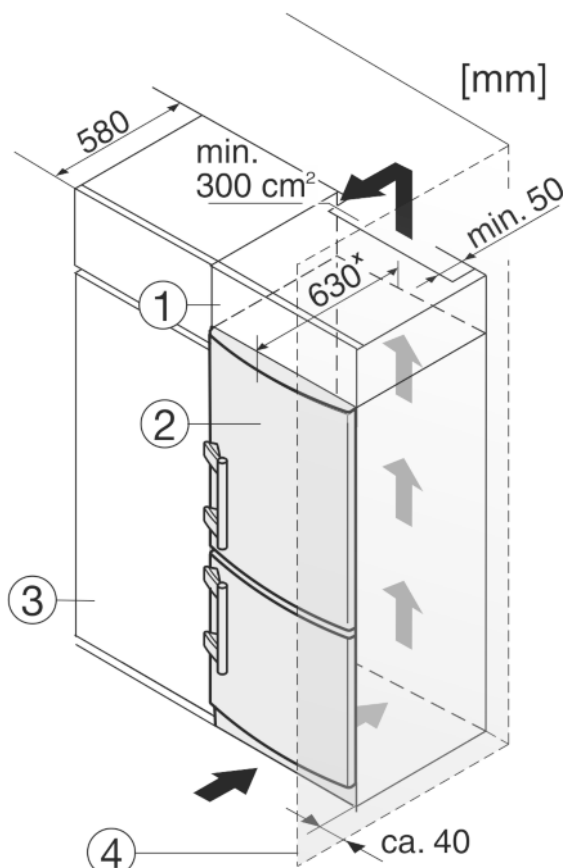

Fig. 8
Устройство может быть окружено кухонными шкафами. Чтобы уравнивать устройство Fig. 8 (2) по высоте с кухонной стенкой, можно установить над устройством дополнительный шкафчик Fig. 8 (1).
При комбинировании с кухонными шкафами (глубина макс. 580 мм) устройство можно установить непосредственно рядом с кухонным шкафом Fig. 8 (3). Устройство выступает сбоку на 34 мм\* и по центру на 50 мм\* относительно передней стенки кухонного шкафа.
Если устройство установлено на шарнирах у стены Fig. 8 (4), то расстояние между устройством и стеной должно быть не менее 40 мм. Настолько выступает ручка при открытой дверце.